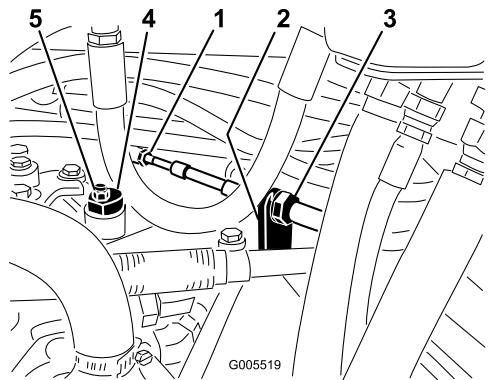

Figura 54
- A. Afloje las dos contratuerzas que fijan el cable de control de tracción a la mampara del hidrostato (Figura 54). Asegúrese de aflojar ambas contratuerzas uniformemente, y lo suficiente como para permitir el ajuste.
Nota: Afloje la tuerca que sujeta el excéntrico a la parte superior del hidrostato (Figura 54).
- C. Gire el excéntrico hasta que no haya movimiento en ningún sentido. Cuando la rueda deje de girar, apriete la tuerca para bloquear el excéntrico y el ajuste (Figura 54). Compruebe el ajuste con el acelerador en las posiciones Lento y Rápido.
- D. Desde cada lado de la mampara, apriete las contratuerzas uniformemente, fijando el cable de tracción a la mampara (Figura 54). No tuerza el cable.